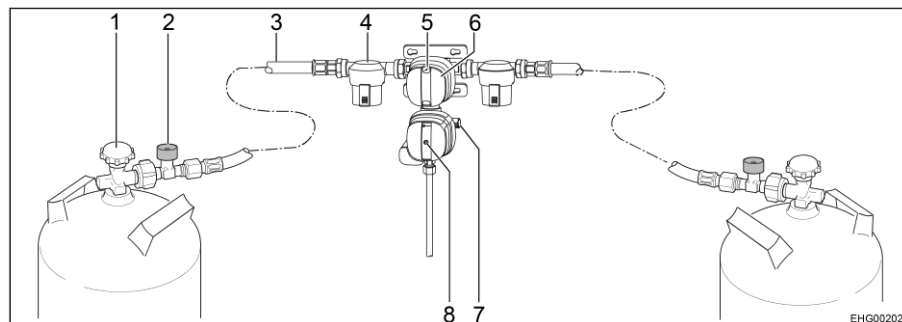

Fig. 135 Système de réglage de la pression de gaz de sécurité DuoControl CS
Le système de réglage DuoControl se compose d'une valve de commutation et d'un capteur de crash. Le système de réglage DuoControl est monté entre les tuyaux haute pression (Fig. 135,3) avec une sécurité de rupture de tuyau (Fig. 135,2). Un bouton rotatif (Fig. 135,6) situé sur la valve de commutation permet de définir laquelle des bouteilles de gaz est celle de service et laquelle est celle de réserve.
L'état de l'alimentation en gaz est affiché sur le regard (Fig. 135,5) :
Le capteur de crash coupe l'arrivée du gaz en cas de secousses importantes (par exemple accident). L'état de service du capteur de crash est reconnaissable à la position du bouton Reset jaune (Fig. 135,8) :
- Quand le bouton Reset jaune (Fig. 135,8) est enfoncé, le capteur de crash est opérationnel.
- Quand le bouton Reset jaune (Fig. 135,8) n'est pas enfoncé, le capteur de crash **n'est pas** opérationnel. Mise en service voir ci-dessous.
La sécurité de rupture de tuyau (Fig. 135,2) coupe l'arrivée de gaz quand le tuyau raccordé se rompt. La sécurité de rupture de tuyau s'active en appuyant sur la touche verte.
- Choisir la bouteille de gaz avec le bouton rotatif (Fig. 135,6) de la valve de commutation à partir de laquelle le gaz sera utilisé principalement (bouteille de service). Toujours tourner le bouton rotatif à fond.
- Ouvrir les robinets principaux (Fig. 135,1) des bouteilles de gaz.
- Appuyer sur la touche verte de sécurité de rupture de tuyau (Fig. 135,2) pendant environ 5 secondes. Le repère vert est affiché sur le regard (Fig. 135,5).
- Quand le capteur de crash s'est déclenché (le bouton Reset jaune (Fig. 135,8) n'est pas enfoncé) :
Enfoncer fermement le bouton Reset (Fig. 135,8), le tourner légèrement dans le sens des aiguilles d'une montre et le maintenir environ 5 secondes enfoncé. S'assurer que le bouton Reset reste en position enfoncée ("opérationnel").
- Fermer les robinets principaux (Fig. 135,1) des bouteilles de gaz.
Le voyant de contrôle vert (Fig. 136,6) s'éteint durant le fonctionnement et le voyant de contrôle rouge (Fig. 136,5) s'allume quand la bouteille de service est vide et doit être remplacée. Le repère rouge est indiqué sur le regard (Fig. 135,5) de la bouteille de gaz correspondante. La bouteille de réserve alimente les appareils à gaz.
- Tourner le bouton rotatif (Fig. 135,6) à fond en direction de la bouteille de gaz actuellement utilisée. Cette bouteille de gaz devient alors la bouteille de service, la bouteille vide devient celle de réserve. Le repère dans le regard (Fig. 135,5) passe du rouge au vert.
- Fermer le robinet principal (Fig. 135,1) de la bouteille de gaz vide. Observer le sens de la flèche.
- Appuyer sur la touche verte de la sécurité de rupture de tuyau (Fig. 135,2).